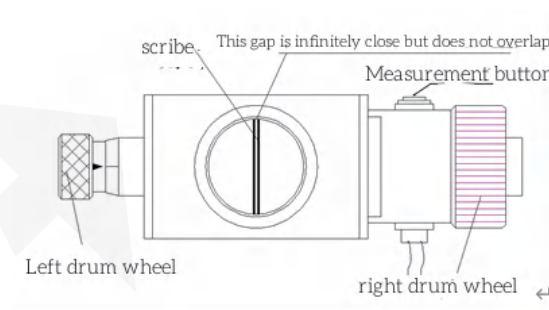

Abb. 5.3 Messokular
- 7) Fügen Sie 20 × hinzu oder drehen Sie das 10-fach-Objektiv nach vorne und messen Sie dann die Diagonallänge der Eindrückung im Mikrometerokular (6). Wenn die Eindrückung nicht klar zu erkennen ist, heben oder senken Sie den Prüfstand langsam, um sie deutlicher zu machen. Wenn die beiden Linien im Okular des Mikrometers (6) verschwommen sind, kann die Augenmaske am Okular des Mikrometers entsprechend der Sehstärke der jeweiligen Person eingestellt werden.
- 8) Drehen Sie das rechte Trommelrad und bewegen Sie das Fadenkreuz im Okular, um die beiden Fadenkreuze allmählich näher zusammenzubringen. Wenn die Innenseite des Fadenkreuzes unendlich verbunden ist (die Innenseite des Fadenkreuzes befindet sich in einem kritischen Zustand ohne Lichtspalt, aber die beiden Fadenkreuze dürfen sich nicht überlappen). Siehe Abbildung 5.3